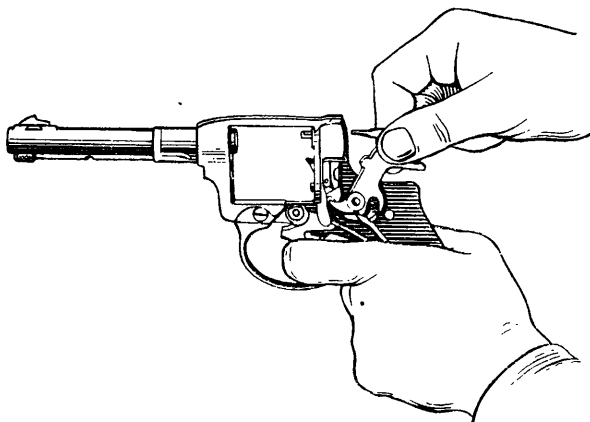

Рис. 33. Как снять курок с оси
7) **снять курок с оси**: взять револьвер левой рукой за рукоятку, а правой — за курок и, надавив указательным пальцем левой руки на хвост спускового крючка возможно сильнее, снять курок с оси (рис. 33);